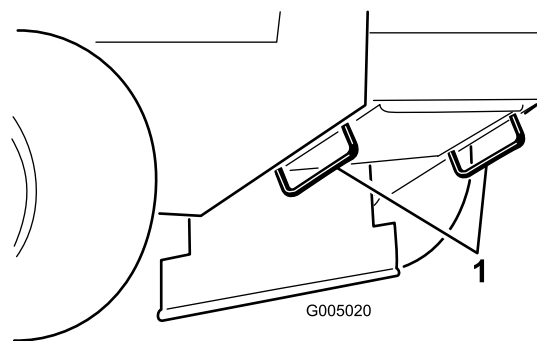

Figura 12
5. Utilizzate gli anelli di ancoraggio metallici sulla macchina per fissare saldamente la macchina al rimorchio o all'autocarro per mezzo di cinghie, catene, cavi o corde (Figura 12).